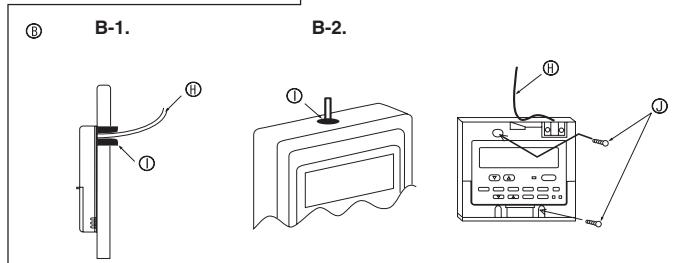

Fig. 6-3
(2) Sceller l'entrée de service du cordon de la télécommande avec du mastic pour éviter toute invasion possible de rosée, d'eau, de cafards ou de vers. (Fig. 6-3)
#### [Fig. 6-3]